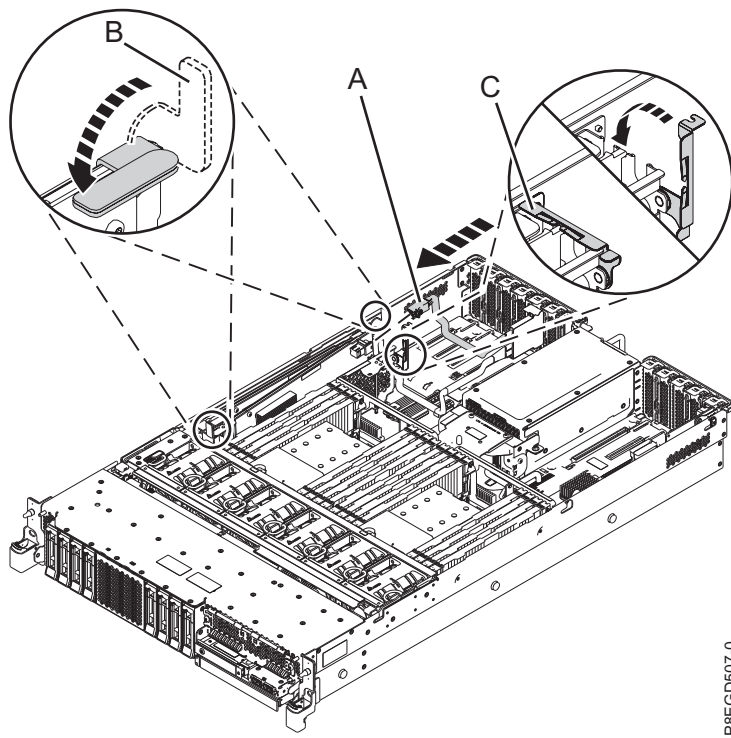

Figura 7. Sustitución del cable SAS superior de la parte posterior en la ubicación de ranura P1-C15
8. Vuelva a conectar el cable SAS superior de la parte trasera (A) en el conector trasero del adaptador interno RAID SAS en la ranura P1-C15, como se muestra en Figura 7 en la página 9. El adaptador interno RAID SAS debe subirse ligeramente para poder enchufar el cable.
10. Presione las asas azules (B) en la dirección que se muestra en Figura 7 en la página 9.
11. Cierre la abrazadera de retención de cable (C) en la dirección que se muestra en Figura 7 en la página 9.